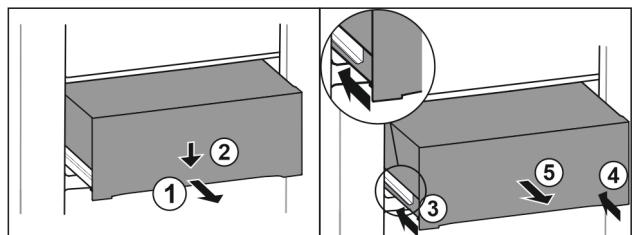

Fig. 149
- Schubfach halb herausziehen. Fig. 149 (1)
- Schubfach an der Vorderseite nach unten drücken. Fig. 149 (2)
- Linke Schiene etwa 2 cm einschieben. Fig. 149 (3)
- Rechte Schiene etwa 2 cm einschieben. Fig. 149 (4)
- Schubfach nach vorne entnehmen. Fig. 149 (5)